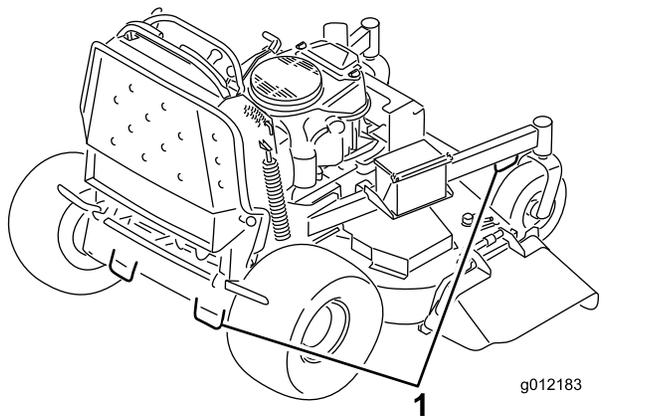

図 30
7. 前キャストホイールおよび後部バンパーを利用して機体をロープやチェーンなどで固定する図 30。ロープ掛けや積荷固定については各地域の法令などに従ってください。